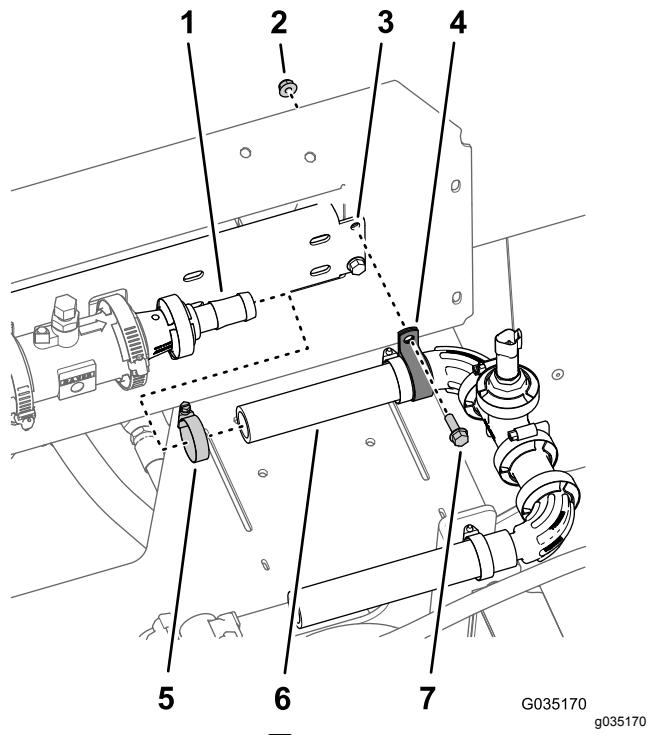

図 59
1. 水圧トランステューサとマニホールドに取り付けたホース $1" \times 7\frac{1}{4}"$ 図 59を、バーブ付きフランジフィッティングに組み付ける。
2. ホースクランプを使ってホースをバーブ付きフランジフィッティングに仮止めする図 59。
3. 水圧トランステューサとマニホールドをマニホールドマウントのスロットに固定するRクランプ図 59、フランジヘッドボルト $\frac{1}{4}" \times \frac{3}{4}"$ とフランジロックナット $\frac{1}{4}"$ はステップ5 マニホールドマウントからブームバルブを外す(ページ 23)で取り外したものを使用する。